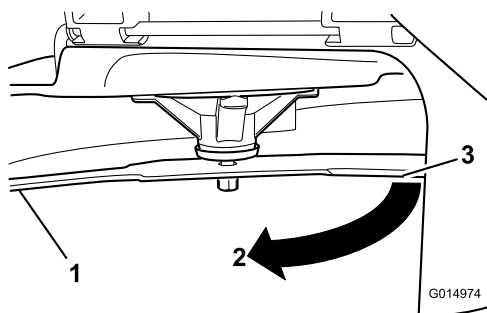

Bild 63
3. Zwischen Messer und Oberfläche gemessener Abstand (A)
4. Drehen Sie dasselbe Messer um 180 Grad, sodass die andere Schnittkante jetzt in derselben Stellung ist (**Bild 63**).